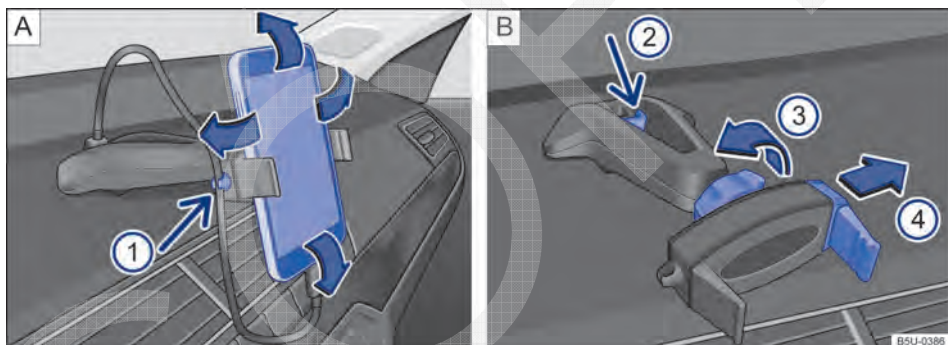

Fig. 148 No console central: suporte para smartphone e ajustes.
- Segurar o suporte com uma mão e pressionar o botão de destravamento → Fig. 148 ② (seta).
- Com a haste → Fig. 148 **B** ④ deslocar no sentido da seta, e instalar o smartphone no alojamento.
- Com a outra mão deslocar a haste → Fig. 148 **B** ④ até que seja possível remover o aparelho do alojamento.
- Colocar o cabo USB na entrada carregador USB do suporte existente no painel de instrumentos → Fig. 148 **A**.
- Prender o cabo no suporte → Fig. 148 **A** ①.
- Para liberar o movimento do suporte, girar a trava → Fig. 148 **B** ③ no sentido contrário da seta.
- Para fixar a posição, girar a trava no sentido da seta ③ → Fig. 148 **B** até a fixação total do suporte.
O suporte para smartphone tem garantia de 3 anos, com exceção da haste deslizante (garra) → Fig. 148  que tem garantia de 1 ano.